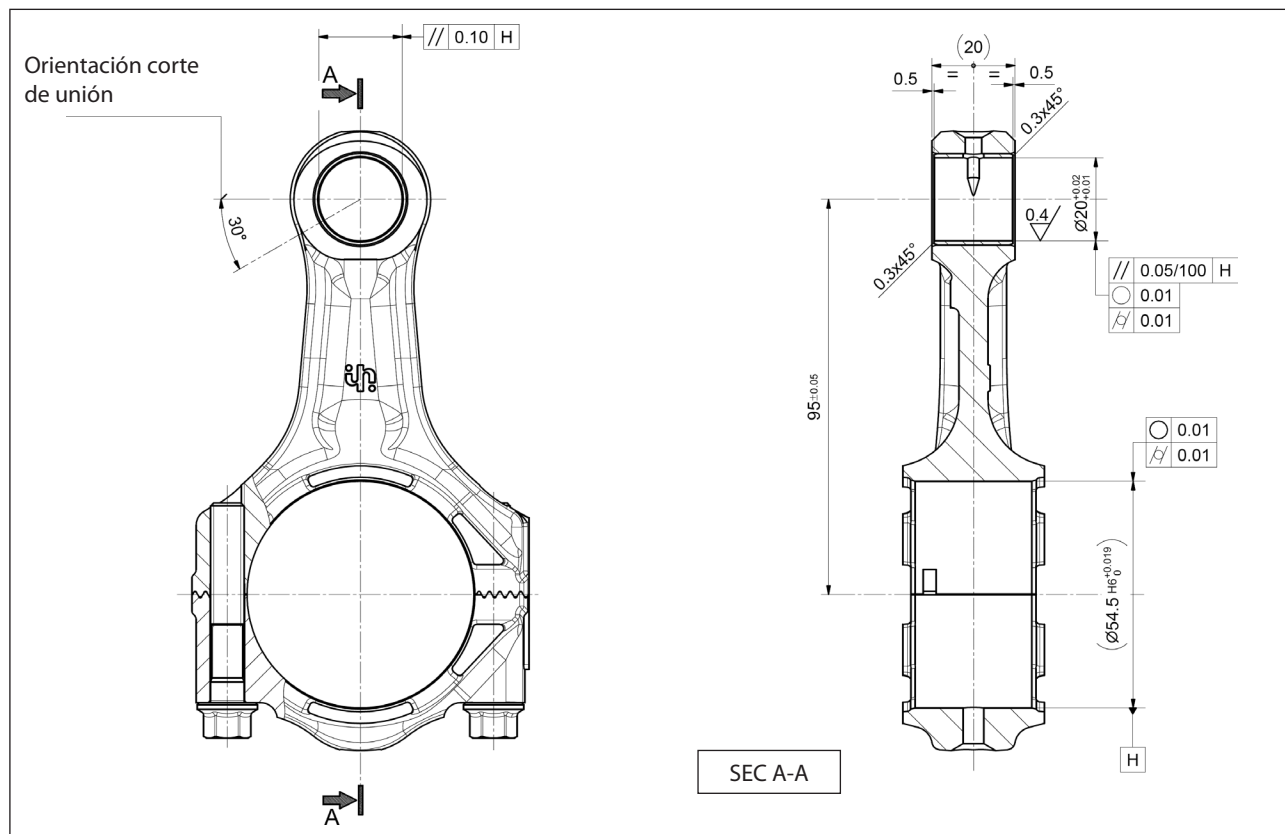

Fig. 69
- el corte de unión sea orientado como se indica en Fig. 69.
A continuación realizar trabajos mecánicos respetando obligatoriamente las dimensiones y tolerancias mostradas en la Fig. 69.